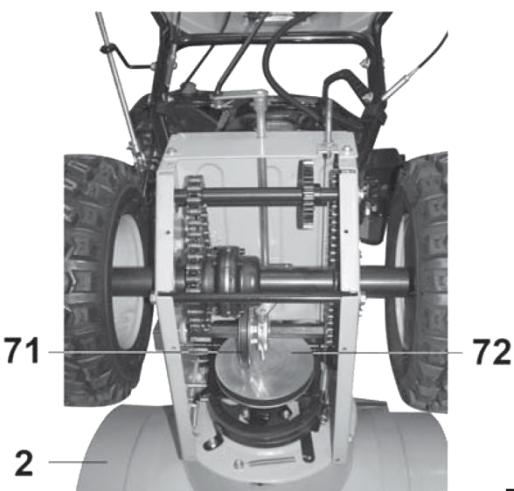

Рис. 36
#### 9.13. Проверка системы привода колес (Рис. 36)
9.13.4. Выкрутите болты крепления нижней крышки корпуса редуктора и демонтируйте ее (на Рис.36 крышка корпуса ре-